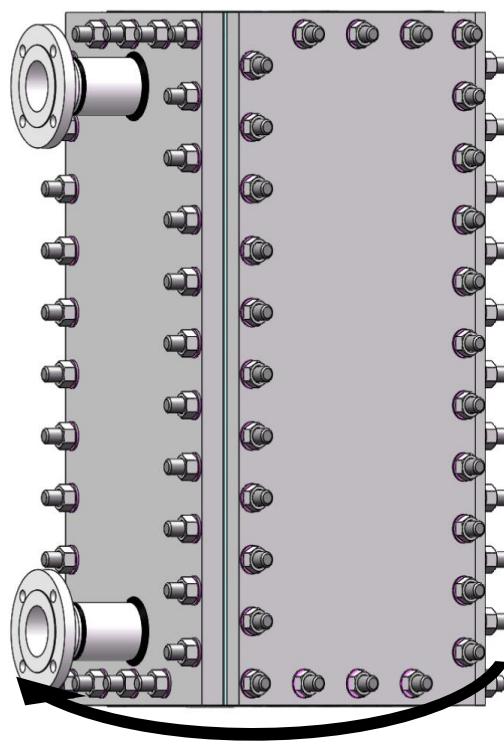

Figura 20
- Respectați sensul de pre-strângere indicat la figura 20.
- Respectați sensul de strângere indicat la figura 20.